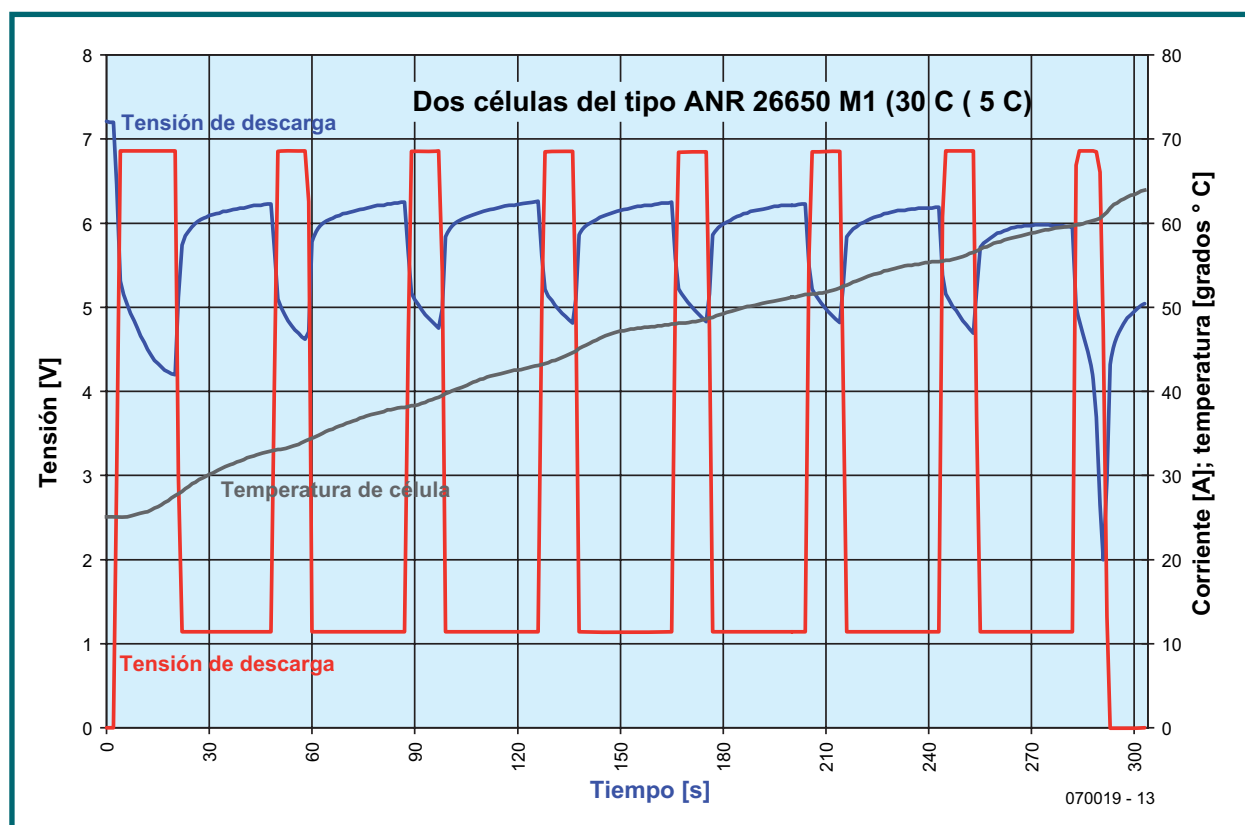

Figura 6. Descarga de alta velocidad que utiliza una corriente alterna entre 30 C y 5 C.
de 65° C durante su fase de descarga es la máxima temperatura permitida por motivos de seguridad. Por lo tanto hemos realizado nuestras pruebas utilizando el siguiente régimen de descarga: descarga durante 16 s a 69 A (30 C) seguida por periodos alternativos de "recuperación" de 11,5 A (5 C) de 30 s de duración y pulsos de 10 s a 69 A. La descarga terminará cuando se haya alcanzado la tensión mínima de descarga o la máxima temperatura, la primera que se alcance. En la **Figura 6** se muestran los resultados. La tensión final cae rápidamente durante periodos con carga elevada, lo que indica que los iones de litio dentro de la célula no son capaces de moverse lo suficientemente rápidos. Sin embargo, como puede verse, la célula se recupera rápidamente durante los periodos con carga pequeña. Aunque la tensión disminuye gradualmente de forma general a medida que la célula se va descargando, las caídas de tensión producidas por las cargas elevadas llegan a ser bastante menos significativas que el aumento de temperatura en la célula. Esto muestra una dependencia con la temperatura de la resistencia interna de la célula. Cuando se alcanzó la mitad de la descarga de la célula hicimos una medida de la resistencia interna en continua (DC) y obtuvimos un valor aproximado de 11 mΩ (las hojas de características proporcionan un valor típico de 10 mΩ). Una vez que el tiempo de descarga se había completado, la temperatura de la célula había aumentado hasta los 63° C. Esto deja un margen muy pequeño de seguridad para las células, sin añadir ningún dispositivo de enfriamiento adicional, por lo que decidimos no realizar pruebas adicionales utilizando pulsos con carga elevada más largos. En estas pruebas la batería proporcionaba una energía de 2.320 mAh: de nuevo, mayor que su capacidad nominal. La adaptación entre las células fue impresionante, con una diferencia entre las tensiones de célula de 10 mV como máximo sobre el valor de la prueba completa. Detuvimos el proceso de descarga a plena carga cuando se alcanzó la tensión final de 1 V por célula. Un minuto